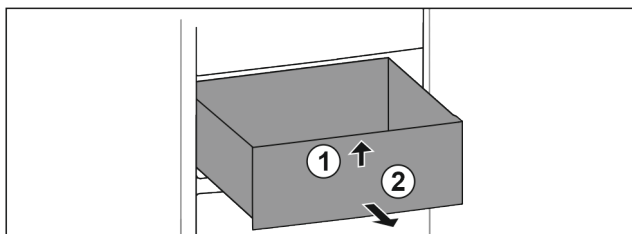

Fig. 69
- ▶ Nadzvedněte zásuvku vpředu. Fig. 69 (1)
- ▶ Vyjměte zásuvku dopředu. Fig. 69 (2)